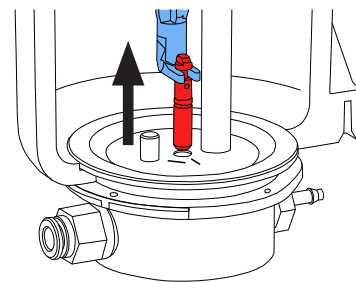

Рис. 12
- ⇒ Дозирующее сопло вытянуть с помощью инструмента (Рис. 12).